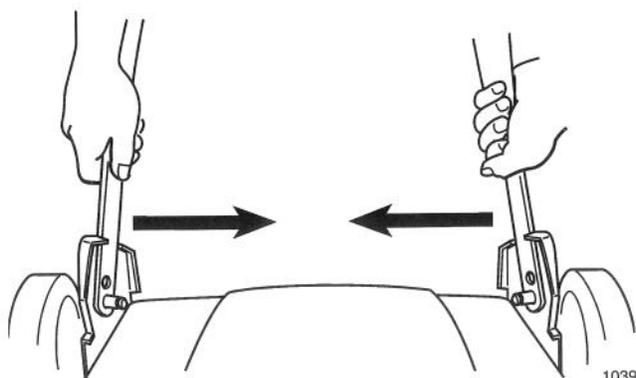

Figure 52
1. Serrer les montants inférieurs du guidon l'un vers l'autre pour les dégager des butées du support (Fig. 52).